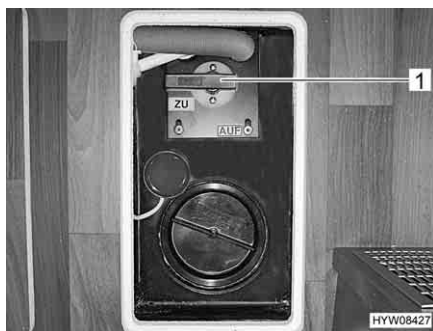

Fig. 108 Leva di comando del serbatoio delle acque grigie
La leva di comando (Fig. 108,1) per lo smaltimento delle acque grigie si trova sotto una copertura nel doppio fondo. Il tubo di scarico con collegamento per un tubo di gomma per lo scarico si trova sotto al veicolo.
- Aprire il rubinetto di scarico. A questo scopo ruotare la leva di comando (Fig. 108,1) del rubinetto di scarico di un quarto di giro. La leva di comando è posizionata verticalmente oppure nel senso della lunghezza rispetto al tubo di scarico. Le acque grigie fuoriescono.
- Dopo il deflusso completo delle acque grigie, richiudere il rubinetto di scarico. A questo scopo ruotare la leva di comando (Fig. 108,1) del rubinetto di scarico di un quarto di giro. La leva di comando è posizionata orizzontalmente oppure trasversalmente rispetto al tubo di scarico.